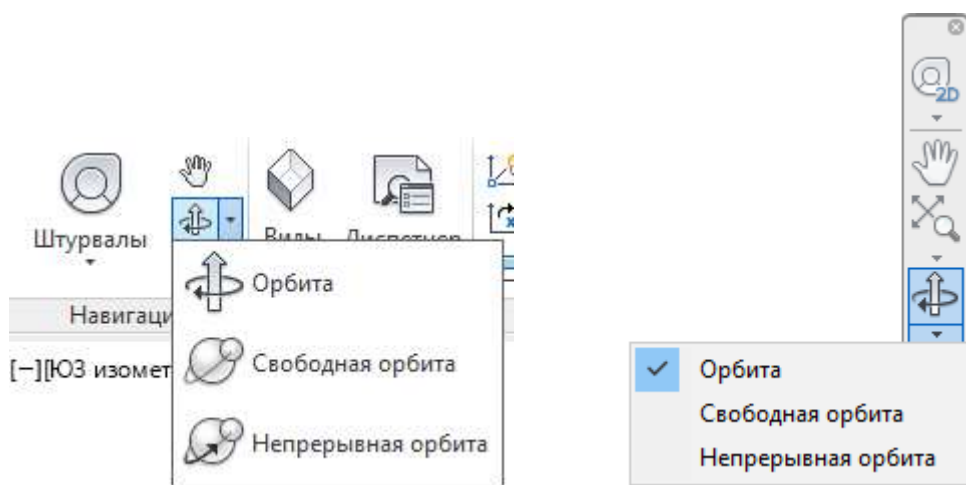

Рисунок 1.5 – Способы вызова интерактивного просмотра модели
- панель Навигация, располагающаяся под Видовым кубом (рис. 1.5).